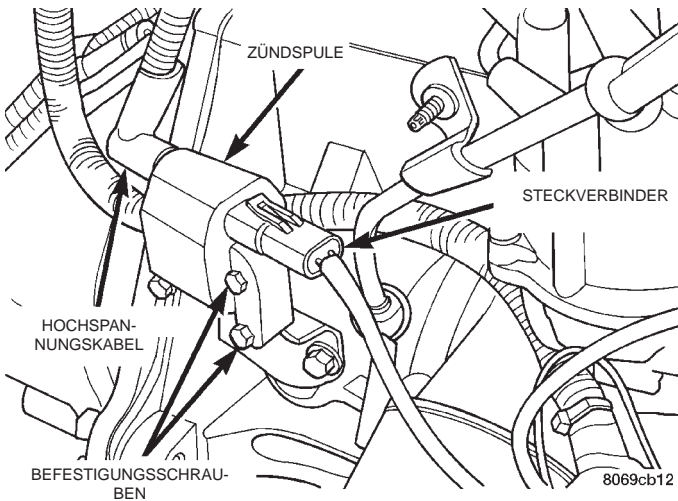
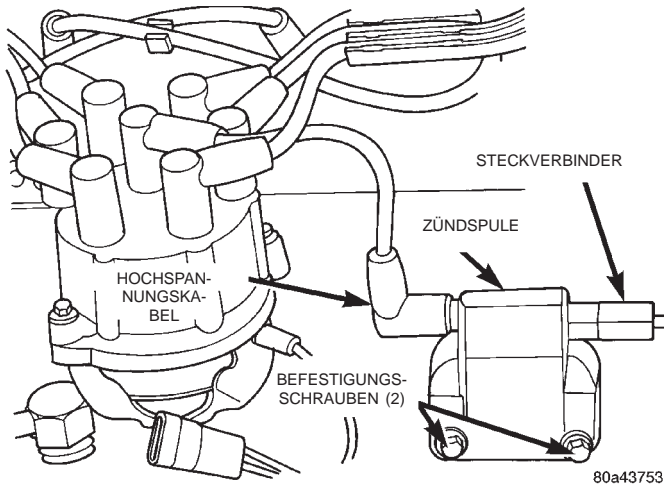

Abb. 17 Zündspule—2.5L-Motor
Abb. 18 Zündspule—z. B. 4.0L-Motor
(4) Die Anschlüsse der Zündspule prüfen. Prüfen, ob das Hochspannungskabel der Zündspule korrekt an der Zündspule angeschlossen ist und fest sitzt (Abb. 17) oder (Abb. 18).
(5) Prüfen, ob die Verteilerkappe korrekt am Zündverteiler montiert ist. Sicherstellen, daß die Zündkabel fest an der Verteilerkappe aufgesteckt sind und entsprechend der Zündfolge korrekt angeschlossen sind. Ferner ist zu prüfen, ob das Zündspulenkabel korrekt an der Verteilerkappe und an der Zündspule angeschlossen ist. Sicherstellen, daß der Steckverbinder des Anschlußkabels des Nockenwellenfühlers